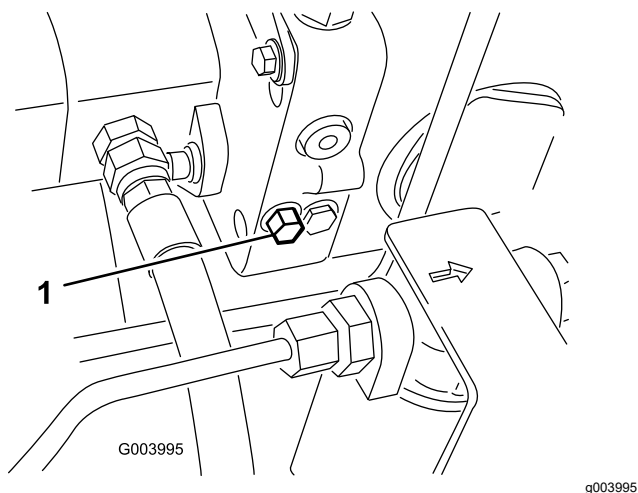

図 62
1. ハイドロスタットの左側にあるバイパスバルブを探し出す 図 62。